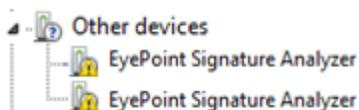

Рисунок 6. Отображение устройств в диспетчере устройств
5. После подключения устройства запустится автоматический поиск драйверов, который, завершится неудачей. Для установки драйверов найдите в "Диспетчере устройств" раздел "Другие устройства", в нем должны быть два устройства EyePoint Signature Analyser (рисунок 6).